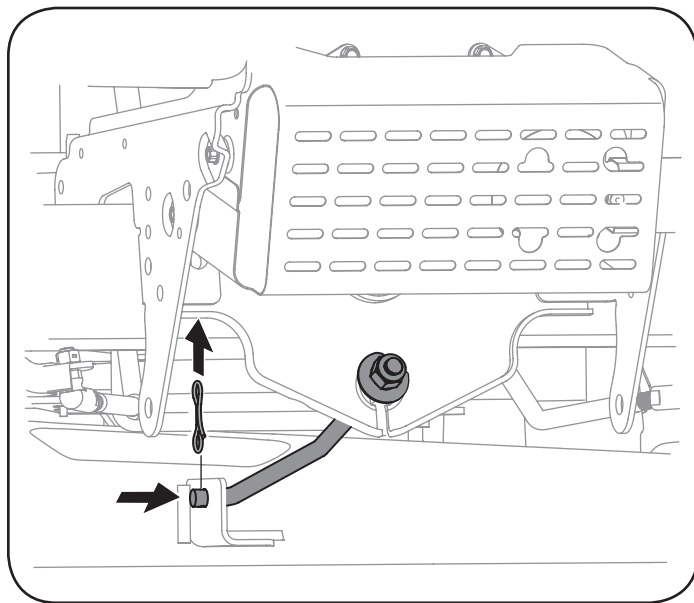

Figure 26
6. Retire el pasador de la pajarita, asegurar la varilla de estabilizador de la plataforma a la cubierta. Deslice el tirador de la cubierta del soporte en la cubierta como se muestra en la Figure 26.